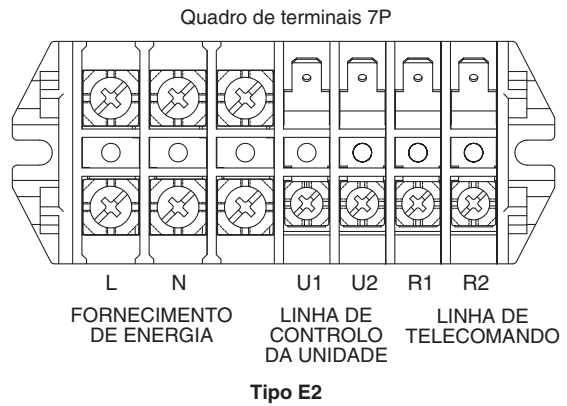

Fig. 4-2
- (1) Consulte a Secção “4-2. Comprimento e diâmetro do fio recomendados para o sistema de fornecimento de energia” para a explicação de “B”, “C”, “D” e “E” no diagrama acima.
- (2) O diagrama de ligação básica da unidade interior mostra o quadro de terminais e, portanto, o quadro de terminais em seu equipamento pode diferir do mostrado no diagrama. (Fig. 4-2)
- (3) O endereço do circuito do refrigerante (R.C.) deve ser definido antes de ligar a alimentação.
- (4) Com respeito à definição do endereço R.C., consulte as instruções de instalação fornecidas com o telecomando (opcional). A definição automática do endereço pode ser executada automaticamente pelo telecomando. Consulte as instruções de instalação fornecidas com o telecomando (opcional).